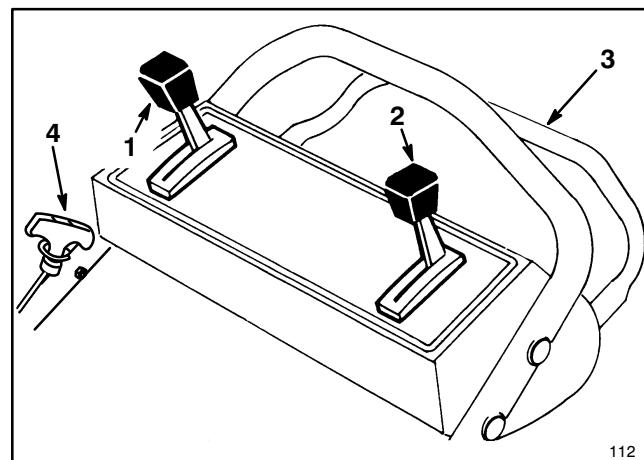

Figure 9
COMMANDES—La commande des gaz, le sélecteur de vitesse d'avance, la barre de commande d'autotraction et la poignée du lanceur se trouvent en haut du mancheron (Fig. 9).
6. VITESSE AU SOL (fig. 9) — Placer la commande de vitesse au sol sur le réglage désiré. Les chiffres "1", "2" et "3" correspondent respectivement à une marche lente, moyenne et rapide. La vitesse au sol varie en fonction de l'espace entre la barre de commande et le mancheron. Placer la barre de commande sur "N" pour tailler les bordures ou lorsque la tondeuse n'est pas utilisée.